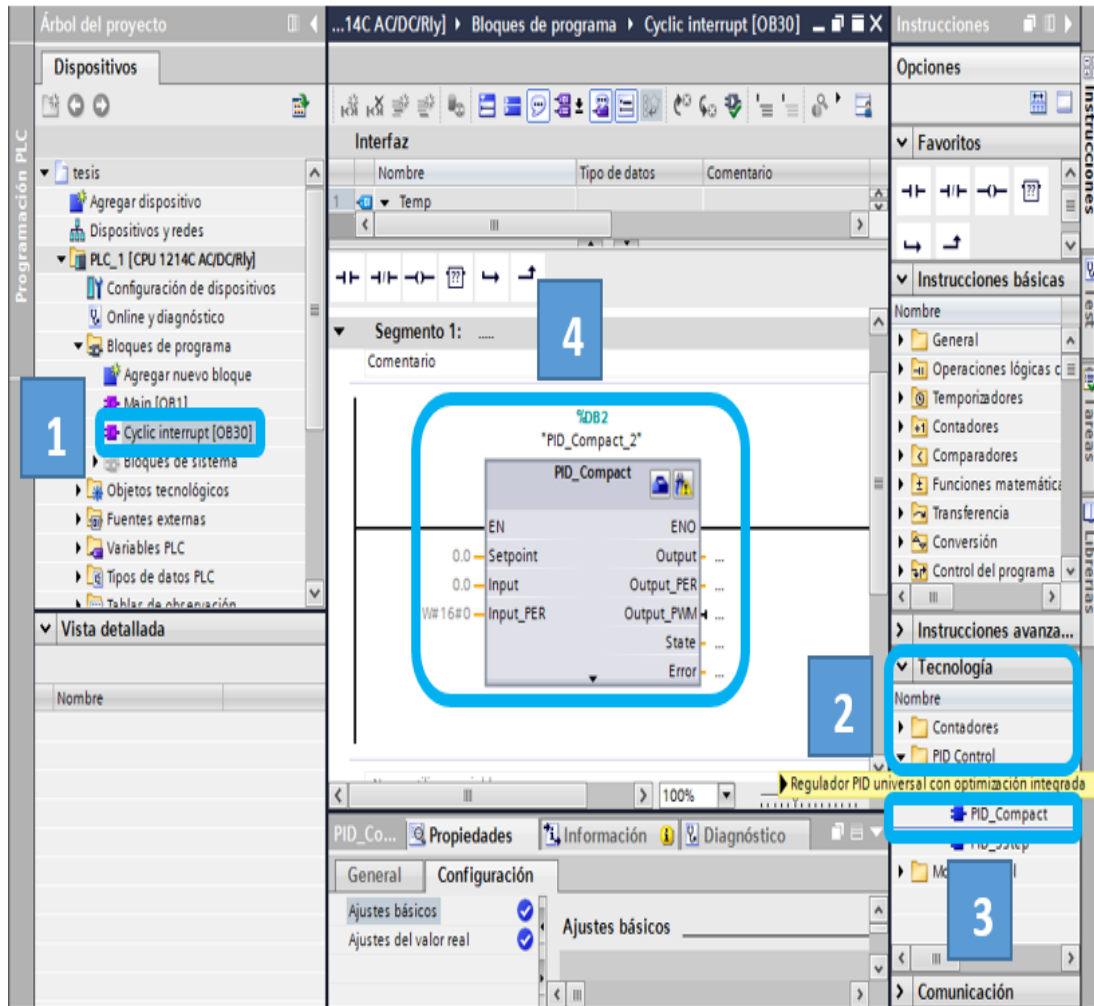

Figura 2.44: Arrastrar un objeto PID a la programación.
3. Abrir el nuevo bloque como se indica en la figura 2.44, dirigirse a Tecnología dar clic sobre la carpeta de PID Control y arrastrar PID_Compact al Segmento 1 para cambiar los valores de Set point, Input_PER y Output_PER.